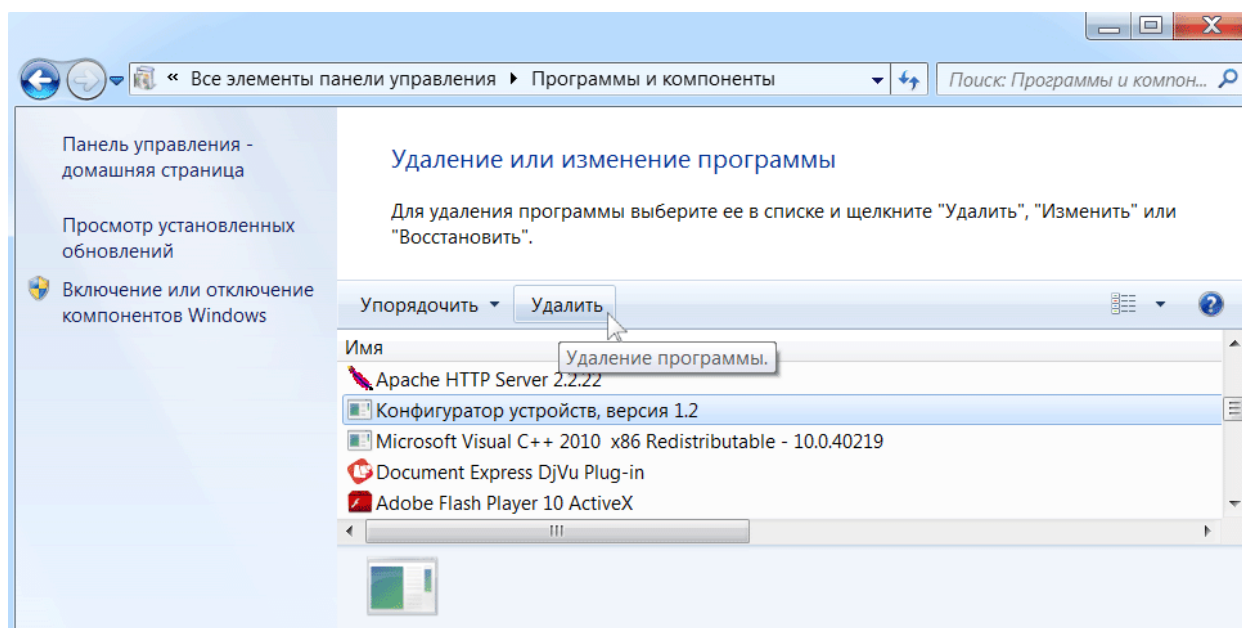

Рисунок 36 – Окно удаления программы
9.2 Удаление программы осуществляется через компонент «Панель управления» ОС Windows (при этом в «Панели управления» выбираются соответствующие ярлыки («Программы → Удаление программы», «Установка и удаление программ» и т.п.), затем в открывшемся списке установленных программ выбирается «Конфигуратор устройств, версия 1.2» и нажимается «Удалить» – см. Рисунок 36).